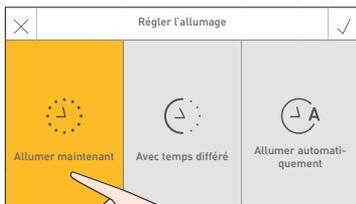
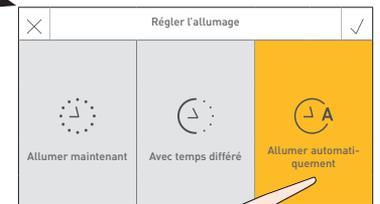

Fig. 15
Fig. 17
► Sélectionner le type d'allumage souhaité– Fig. 15 – Fig. 17.